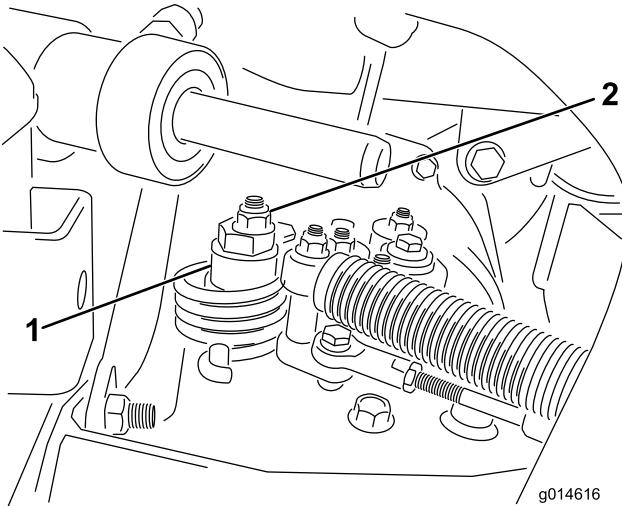

Figure 48
- A. Desserrez l'écrou de fixation de l'excentrique en haut de l'hydrostat (Figure 48).
- C. Tournez l'excentrique jusqu'à ce que la roue ne tourne plus dans aucune direction. Lorsque la route arrête de tourner, serrez l'écrou pour bloquer l'excentrique et le réglage (Figure 48). Vérifiez le réglage avec la commande d'accélérateur en position Bas régime, puis Haut régime.